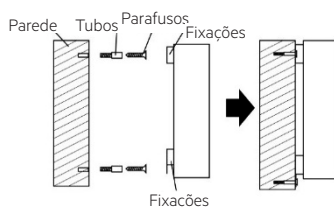

Fig. 4
3. Instale as fixações com os parafusos (fig. 4)